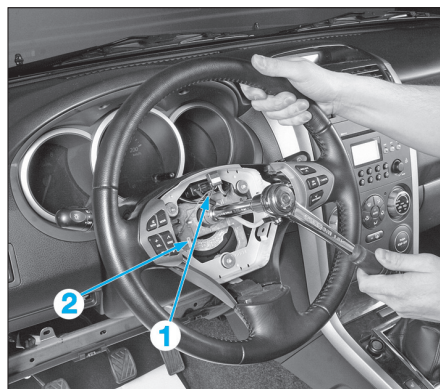

FIG. 29
- Débrancher le connecteur des commandes au volant (1) ainsi que la cosse de masse (2) (Fig.29).